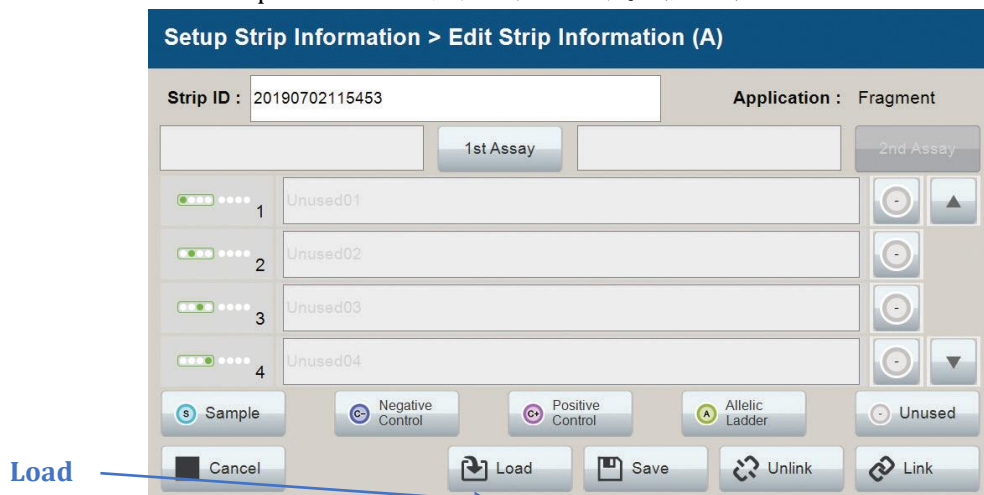
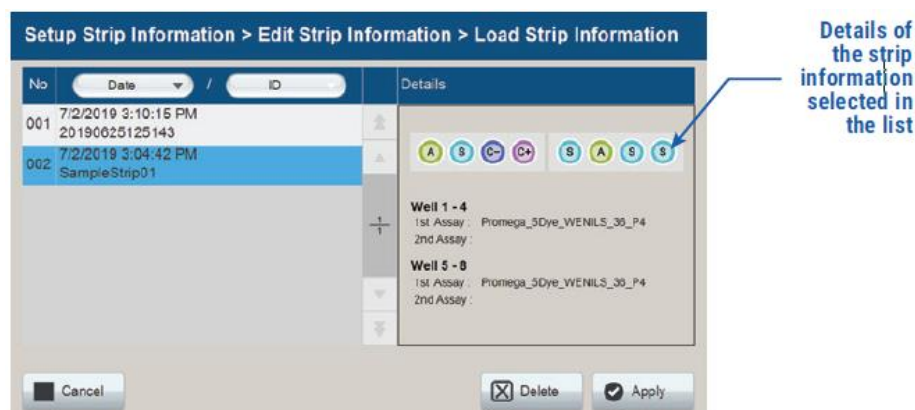

図 73 Edit Strip Information 画面：保存済の Strip ID の読み込み
図 74 Load Strip Information 画面
Spectrum Compact のソフトウェアでは、Edit Strip Information 画面（図 73）で、あらかじめ保存しておいた個々のストリップ情報を再利用して、特定のレーン（A,B,C,D）に割り当てることができます（セクション 5.3.1 のステップ 8 を参照）。
1. Setup Strip Information 画面（図 59）で希望するレーン（A,B,C,D）を選択したら、Edit Strip Information 画面（図 73）の下にある **Load** を選択し、Load Strip Information 画面を開きます。（図 74）
- c. Load Strip Information 画面（図 74）から、不要なストリップを削除することもできます。ウィンドウ左側にあるリストから削除するストリップを選び、**Delete** を選択します。“Are you sure you want to delete the strip?” という警告ウィンドウが表示されます。**Yes** を選ぶとストリップが削除され、Load Strip Information 画面に戻ります。**No** を選ぶと警告ウィンドウが閉じ、ストリップを削除せず Load Strip Information 画面に戻ります。